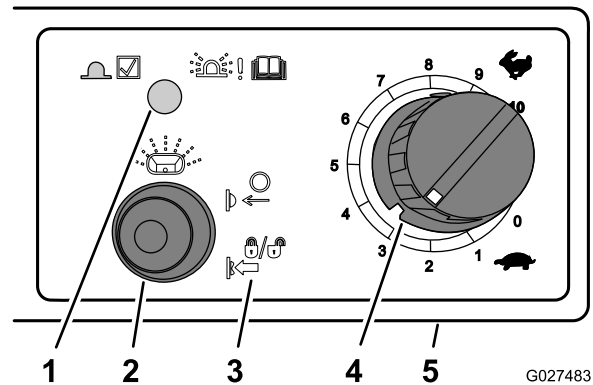

Figure 32
- Réglez la commande de vitesse de turbine au débit d'épandage approprié puis poussez la commande marche/arrêt de la turbine à la position MARCHE (Figure 32).
marche/arrêt pendant 5 secondes (Figure 32).